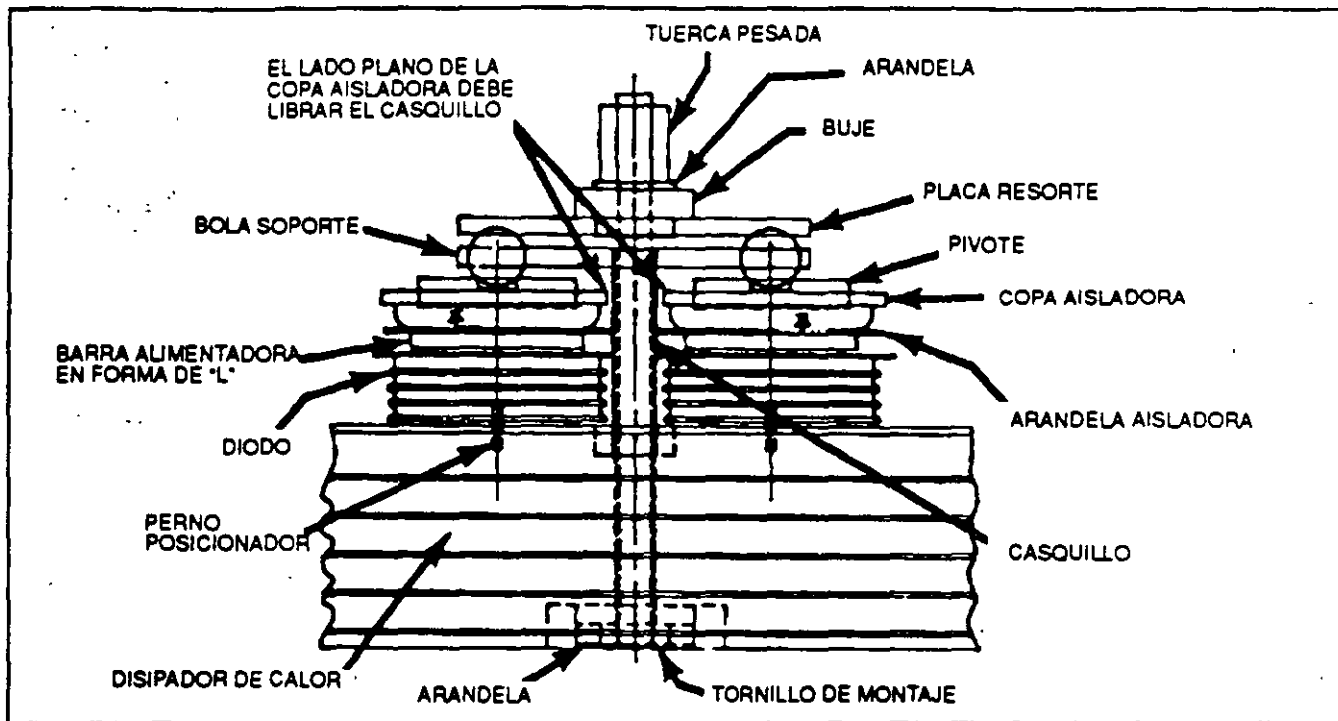

FIG. 23. DIAGRAMA DE SUJECION PARA LAS CELDAS DIODOS DEL PANEL FM464. E-39003-S
3. Alloje cuidadosamente el tornillo o tuerca de montaje, Fig. 23, mientras mantiene algo de presión sobre la placa de resorte. Esto evitará daños y pérdida de piezas. Retire del diodo fallado las bolas de acero de 3/4 pulg., el pivote, la copa aisladora y la barra alimentadora en "forma de L", procurando no mezclar el diodo fallado con otros en buenas condiciones.